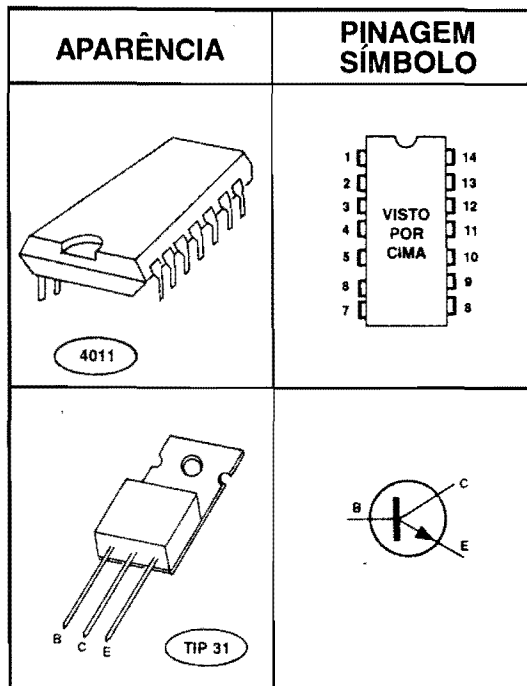

FIG. 2-P
**- FIG. 2-P - PRINCIPAIS COMPONENTES DA MONTAGEM** - Conforme costumamos fazer nas Seções de PRÁTICA das “Aulas” do ABC, vamos dar uma olhada mais cuidadosa nos principais componentes do circuito, justamente aquelas peças que apresentam terminais polarizados, que não podem ser invertidos quando das suas ligações finais à placa... A figura mostra, então, o Integrado C.MOS 4011 e o transistor TIP31, em aparências, símbolos e pinagens, de modo que, “visualmente”, não fiquem dúvidas para o Leitor/Aluno durante a utilização das tais peças...